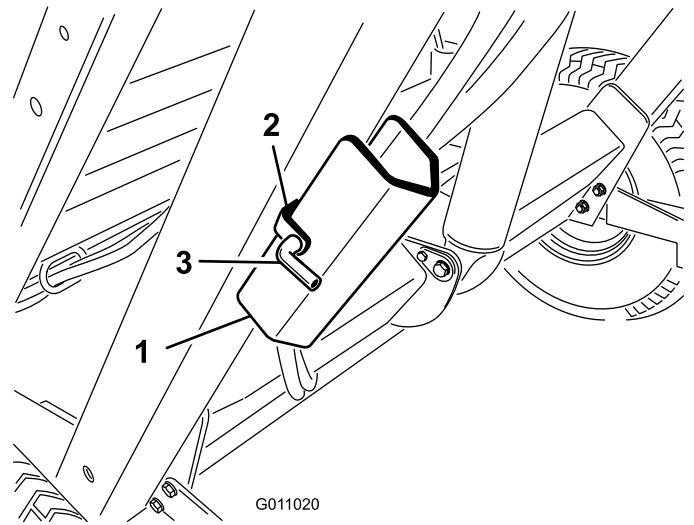

Bild 25
2. Nehmen Sie den Splint und den Stift ab, mit denen die Sicherheitsstütze an der Aufbewahrungshalterung am Kehrmaschinenrahmen befestigt ist (**Bild 25**). Nehmen Sie die Sicherheitsstütze ab.